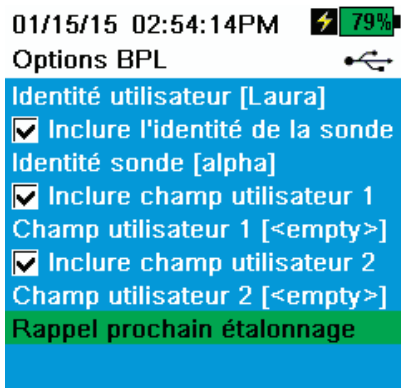

Figure 13 Options BPL
- Autre identification spécifique de l'utilisateur (champ utilisateur n° 1 et n° 2) (Figure 13).